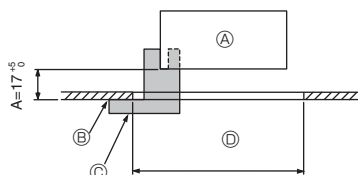
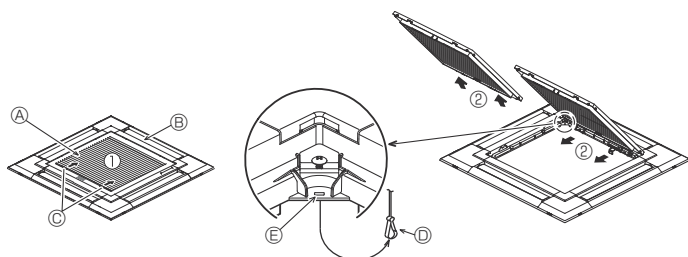
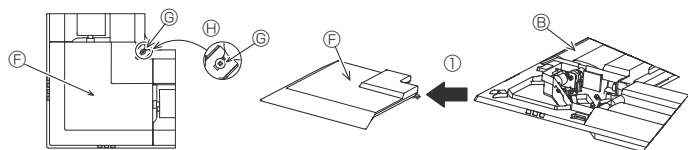

Fig. 9-2
Fig. 9-3
Fig. 9-4
①	Gitter	1	950 × 950 (mm)
②	Installationsmåler	1	(delt i fire)
③	Trådløs fjernbetjening	1	til PLP-6EALM
④	Holder til fjernbetjening	1	Medfølger hvis udstyret med trådløs fjernbetjening.
⑤	LR6 AA-batterier	2	Medfølger hvis udstyret med trådløs fjernbetjening.
⑥	3,5 × 16 pladeskruer	2	Medfølger hvis udstyret med trådløs fjernbetjening.
9.2. Forberedelser til fastgørelse af gitteret (Fig. 9-2)
- Juster og kontrollér placeringen af hovedenheden i forhold til loftsfladen med måler ②, der følger med dette sæt. Hvis hovedenheden ikke placeres korrekt i forhold til loftsfladen, kan der opstå luftlækager eller kondensdannelse.
- ① Hovedenhed
- ② Loftsflade
- ③ Installationsmåler ② (sat ind i hovedenheden)
- ④ Loftåbningens dimensioner
9.2.1. Afmontering af indtagsgitteret (Fig. 9-3)
- Skub håndtagene i retningen angivet af pilen ① for at åbne indtagsgitteret.
- Med indtagsgitteret i "åben" position fjernes indtagsgitterets hængsel fra gitteret som vist med pilen ②.
9.2.2. Afmontering af hjørnepanelet (Fig. 9-4)
- Løsn de ④ skruer på hjørnet. Skub hjørnepanelet i retning af pil ① i illustrationen, og fjern hjørnepanelet.
[Fig. 9-3] [Fig. 9-4]